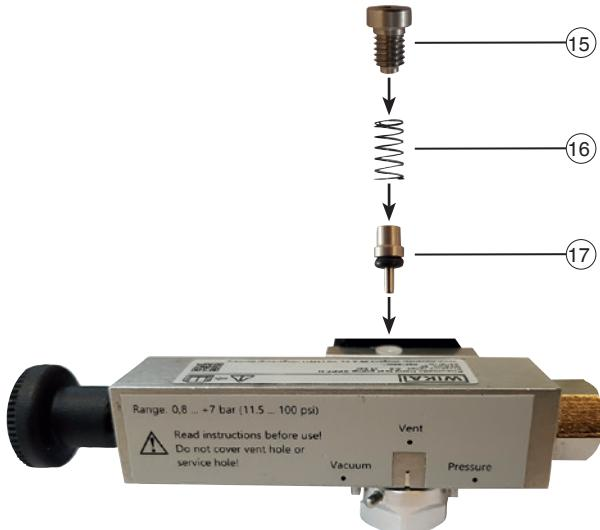

Fig. 1 - Colocación de la válvula de retención
- ¡Prestar atención al orden correcto de los componentes (véase Fig. 1 "Colocación de la válvula de retención")!